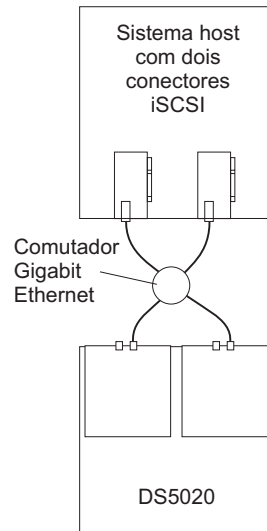

Figura 61. Exemplo de uma configuração de um único host com múltiplas portas
- Configuração de um único host com múltiplas portas, como mostrada na Figura 61 na página 94
A Figura 61 mostra um exemplo de configuração de um único host com múltiplas portas. Um sistema que usa múltiplas portas iSCSI pode fornecer melhor desempenho em comparação com uma conexão iSCSI com uma única porta.